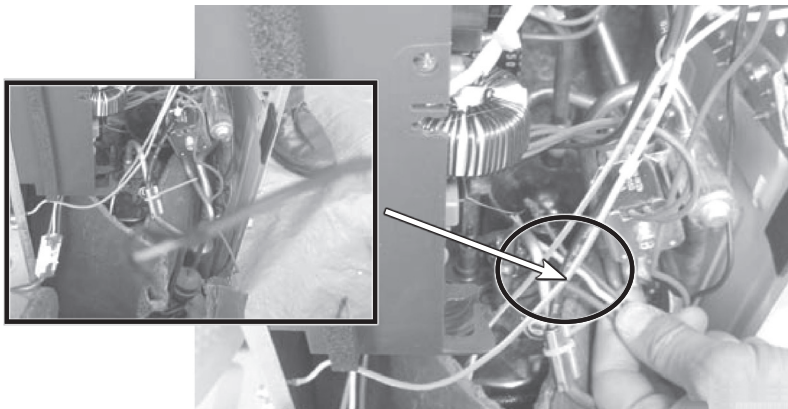

图 4-39 U 线已烧焦
9) 发现连机线烧焦，其中 U 线与压缩机接线盖螺钉杆已经熔在一起，如图 4-39 所示。